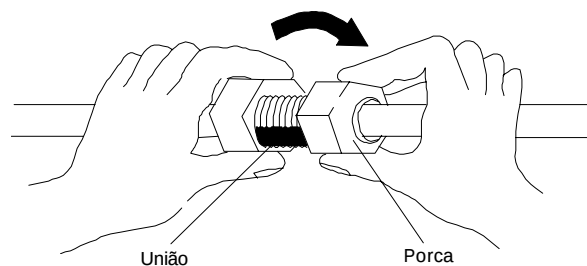

Figura 11
c) Para uma perfeita conexão, alinhe o tubo de união com o tubo do flange, e rosqueie a porca levemente. (Figura 11)